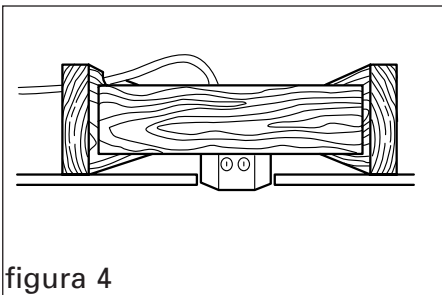

figura 4
2. Monte la caja de empalme a la vigueta usando los tornillos provistos de madera (figura 4).